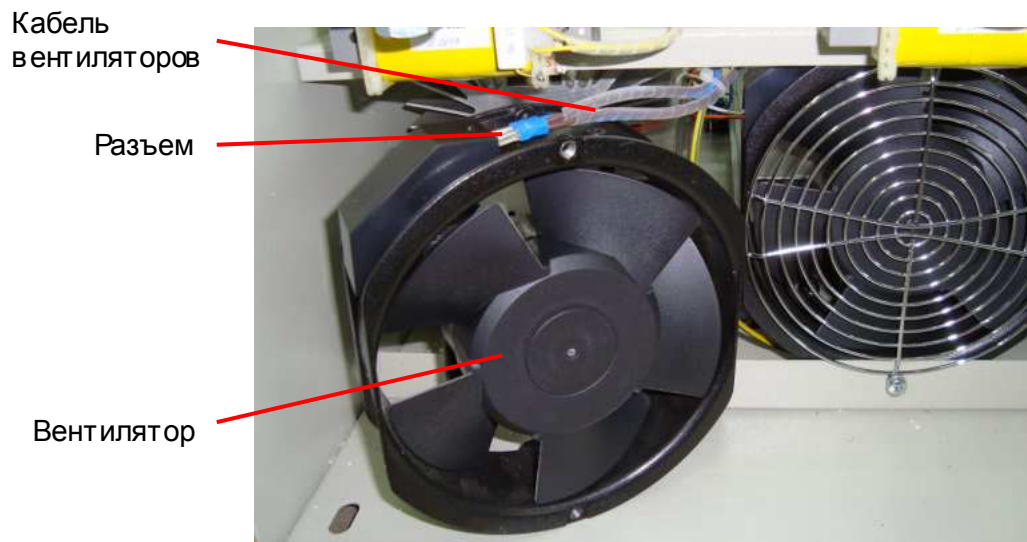

Рис. 6.13
6.8.4. Вынуть вентилятор из корпуса УПП (рис. 6.13), отсоединить разъем кабеля вентилятора и положить вентилятор в тару.